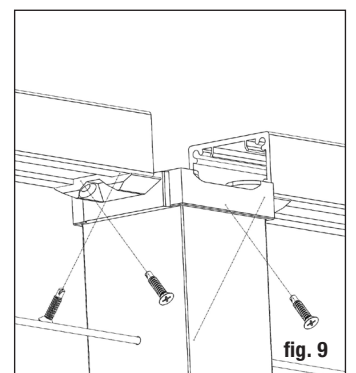

fig. 9
Étape 10 Positionnez le rail entre les poteaux. Vérifiez le niveau de bout en bout et verticalement. Fixez les supports au poteau à une extrémité. Répétez pour l'autre extrémité. *Conseil: utilisez une mèche d'extension pour éviter d'endommager le rail avec le mandrin de perçage.* Installez tous les rails avant d'installer le câble. (fig.9)